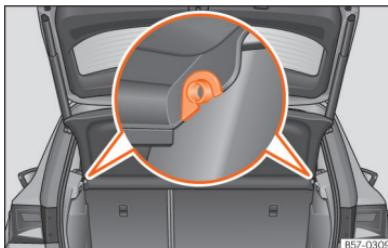

Fig. 166 Na bagageira: desmontar e montar a chapeleira.
- Desencaixe a chapeleira dos suportes laterais »» Fig. 166 puxando-a para cima e retire-a. Caso seja necessário, é possível guardar a chapeleira debaixo do piso duplo da bagageira »» Página 278.
- Introduza a chapeleira horizontalmente fazendo coincidir a «fechadura» sobre o eixo dos suportes »» Fig. 166, e pressione para baixo até que encaixe.